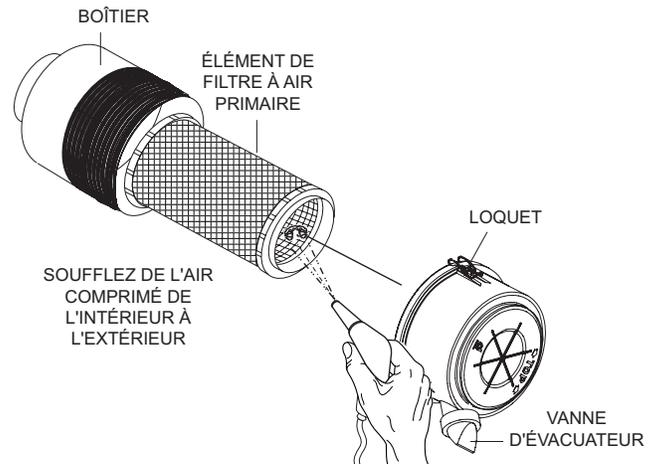

Figure 26. Filtre à air
Toutes les 50 heures : Retirez l'élément du filtre à air (Figure 26) et nettoyez l'élément en papier résistant avec un léger jet d'air comprimé. Remplacez le filtre à air au besoin.
1. Relâchez les loquets (Figure 26) qui fixent le couvercle au corps du filtre à air.
6. Pour nettoyer l'élément de filtre à air (filtre à air en papier) comme indiqué sur la Figure 26, tapotez l'élément de filtre plusieurs fois sur une surface dure pour enlever la saleté, ou soufflez de l'air comprimé, sans dépasser 30 psi (207 kPa, 2,1 kgf/cm²), à travers l'élément filtrant de l'intérieur vers l'extérieur.